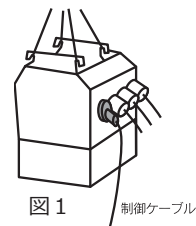

図 1
- ① 吊り上げは、制御ケーブルの結束紐を解いてから行ってください。（図1）
- ② 吊り上げるときはケースやブッシングをいためないように注意してください。
- ③ もし、ケースに傷をつけられた場合は錆発生の原因になりますので必ず修正塗装を施してください。